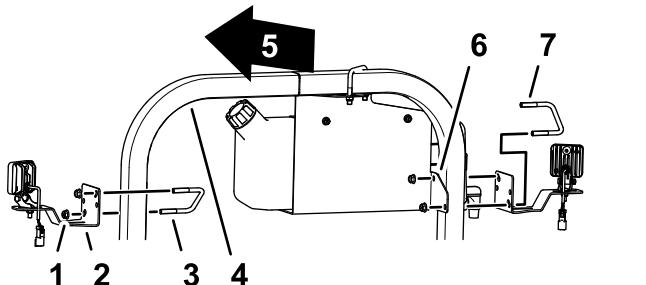

图 5
1. 在 ROPS 左侧卸下将清水箱支架固定至 ROPS 管的 U 形螺栓 $\frac{3}{8}$  x 3 $\frac{1}{2}$  x 2-13/16 英寸和凸缘锁紧螺母 **图 5**。
2. 如**图 5**所示用步骤 1 中卸下的 U 形螺栓 $\frac{3}{8}$  x 3 $\frac{1}{2}$  x 2-13/16 英寸和凸缘锁紧螺母 $\frac{3}{8}$  英寸将 LED 灯和支架安装到 ROPS 管和清水箱支架上。
3. 在 ROPS 管的另一侧用 U 形螺栓 $\frac{3}{8}$  x 3 $\frac{1}{2}$  x 2-13/16 英寸和凸缘锁紧螺母 $\frac{3}{8}$  英寸将后工作灯套件的 LED 灯和支架安装到 ROPS 管上 **图 5**。